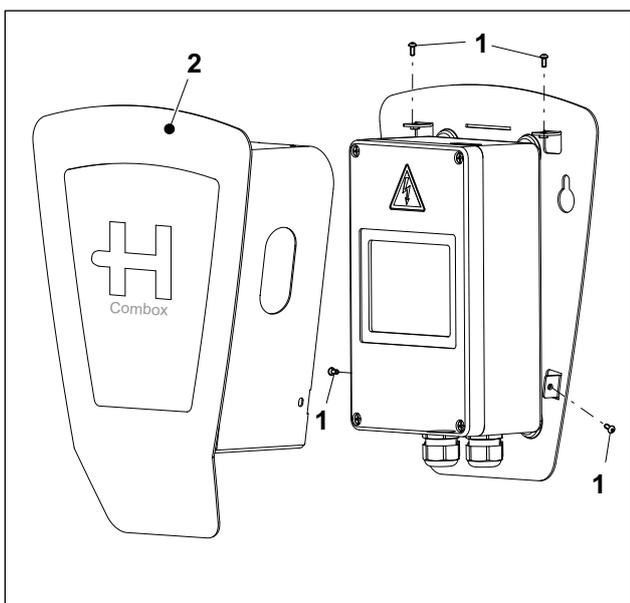

Abb. 8
19. Setzen Sie die Abdeckhaube (Abb. 8/2) auf und schrauben Sie die Abdeckhaube mit vier Schrauben M4x10 (Abb. 8/1) fest (1,8 Nm). Die vier Schrauben sind Beipackzubehör.